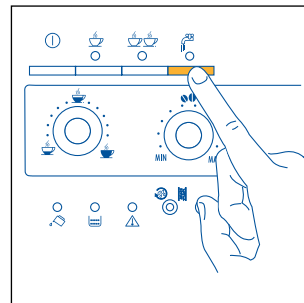

Рис. 21
- Нажмите кнопку , рис. 21. Загорится индикатор , указывая, что функция выбрана.
- Нажмите кнопку , рис. 21. (Рекомендуется не выливать горячую воду больше, чем 2 минуты подряд).